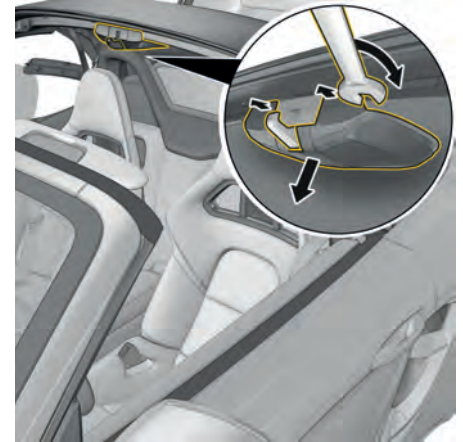

Fig. 39 : Retrait du cache du verrouillage de la capote
2. Soulevez avec précaution le cache en plastique du verrouillage de la capote hors des points de fixation (fig. 39) à l'aide de la clé plate et retirez-le.